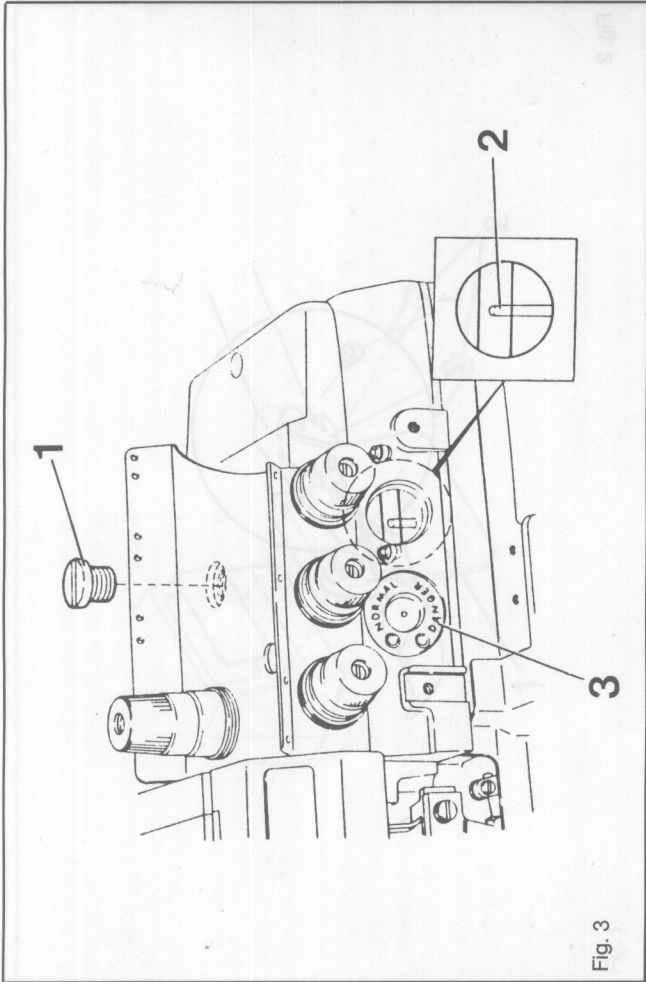

Fig. 3
Bei laufender Maschine und richtiger Ölversorgung wechselt die optische Öldruckanzeige (Pos. 3, Fig. 3) von rot nach grün. Ist dies nicht der Fall: Maschine ausschalten und Ölstand kontrollieren, evtl. Ölfilter auswechseln (siehe Seite 9).
When the machine is in operation and properly lubricated the oil pressure indicator (points 3, Fig. 3) changes from red to green. If this does not happen: switch off the machine, check the oil level and, if necessary, change the oil filter (see page 9).
Sur la machine en marche et correctement huilée, l'indicateur optique de pression d'huile passe du rouge au vert (pos. 3, fig. 3). Si ce n'est pas le cas, mettre la machine hors circuit et contrôler le niveau d'huile; si nécessaire, remplacer le filtre à huile (voir page 9).
El primer cambio de aceite deberá hacerse a las 4 semanas de la puesta en marcha y después cada 6 meses (v. pág. 9). Si la máquina se ha engrasado debidamente, durante su marcha, el indicador óptico de la presión del aceite (pos. 3, fig. 3) deberá pasar de rojo a verde. En caso contrario: desconecte la máquina y controle el nivel de aceite y, dado el caso, cambie el filtro del aceite (v. pág. 9).